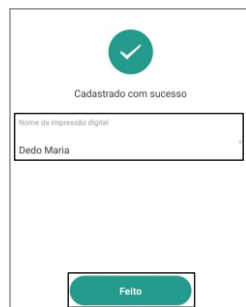

Figura 21
8. Al terminar el proceso, se solicitará que un nombre para la huella dactilar registrada. Inserte un nombre descriptivo para la identificación (figura 21).
9. Por fin, haga clic en el botón **"Guardar"** para concluir el registro de la huella dactilar (figura 21).